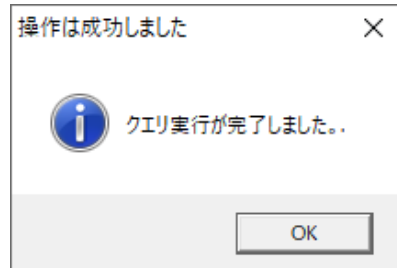

図25
- 処理が正しく行われると、[操作は成功しました] にメッセージが表示されます（図25）。